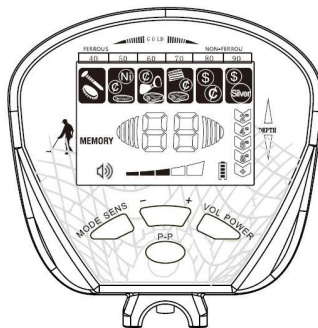

Fig.12
- a) Appuyez à nouveau sur le bouton MODE, le curseur MEMORY s'allumera. Tous les curseurs de discrimination de la cible sont allumés. (Voir Fig.12)
e) Si vous voulez trouver d'autres matériaux métalliques, puis appuyez sur le bouton "MODE", le curseur MEMORY signifie toujours la lumière, toujours affiche dans la figure 12. Répétez ensuite l'opération ci-dessus.
f) Pour sortir du mode MEMORY, appuyez sur le bouton MODE pour ramener le sondeur à l'état de la figure 12. Appuyez à nouveau sur le bouton MODE pour quitter le mode MEMORY et passer au mode de travail suivant.